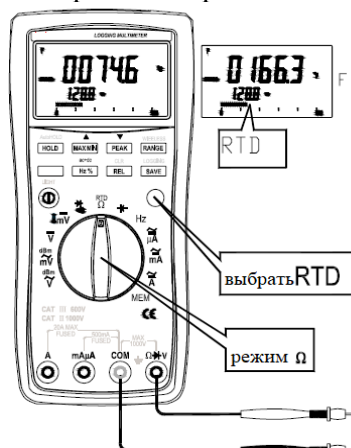

Рис. 17 Измерение термосопротивления (RTD)
3. Подключите щупы проводов к тестируемому RTD (**рис.17**).